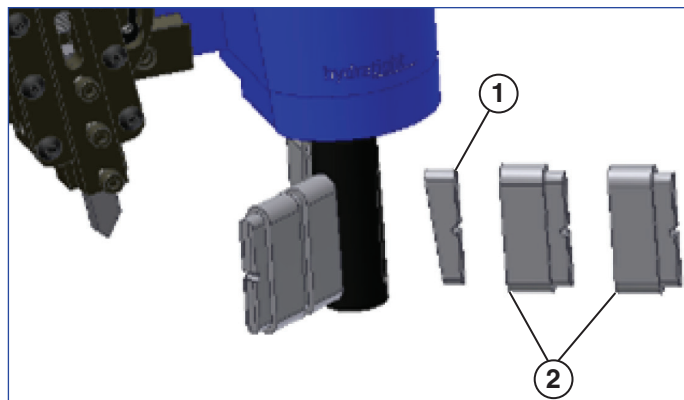

图 2
心轴总成包括用于将 QuickFace 固定在工件上的所有部分。可调定位器和可堆叠定位器的延伸部分用于将 QuickFace 固定就位。O 型圈用于将定位器固定在心轴上（见图 2）。
2. 将定位器和定位器延伸部分（必要时）放入心轴插槽中。确保膨胀轴的斜面与定位器的斜面相配合（有关定位器的正确方向，请参见图 2）。